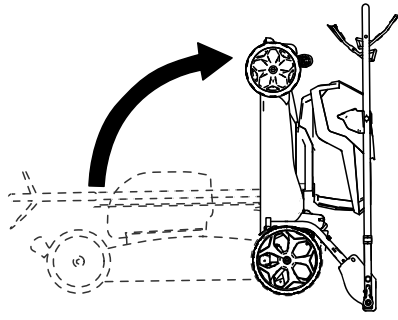

Figura 20
- Piegate la stegola in avanti, in posizione completamente in avanti come illustrato nella Figura 20.
- Sollevate la parte frontale della macchina utilizzando la stegola e spostatela in uno spazio per il rimessaggio (Figura 20).